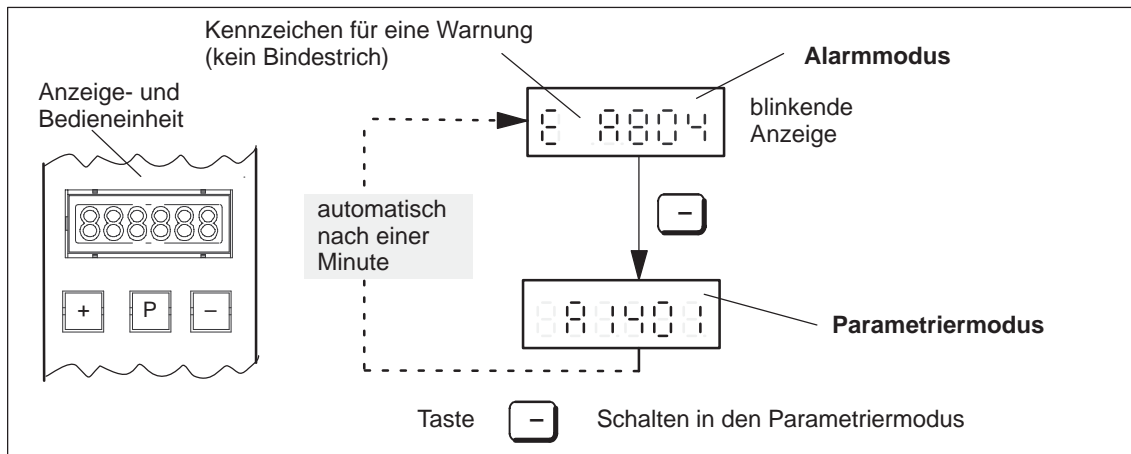

Bild 7-3 Bedienen, wenn eine Warnung ansteht
3. So sieht es aus, wenn eine Warnung ansteht (siehe Bild 7-3).